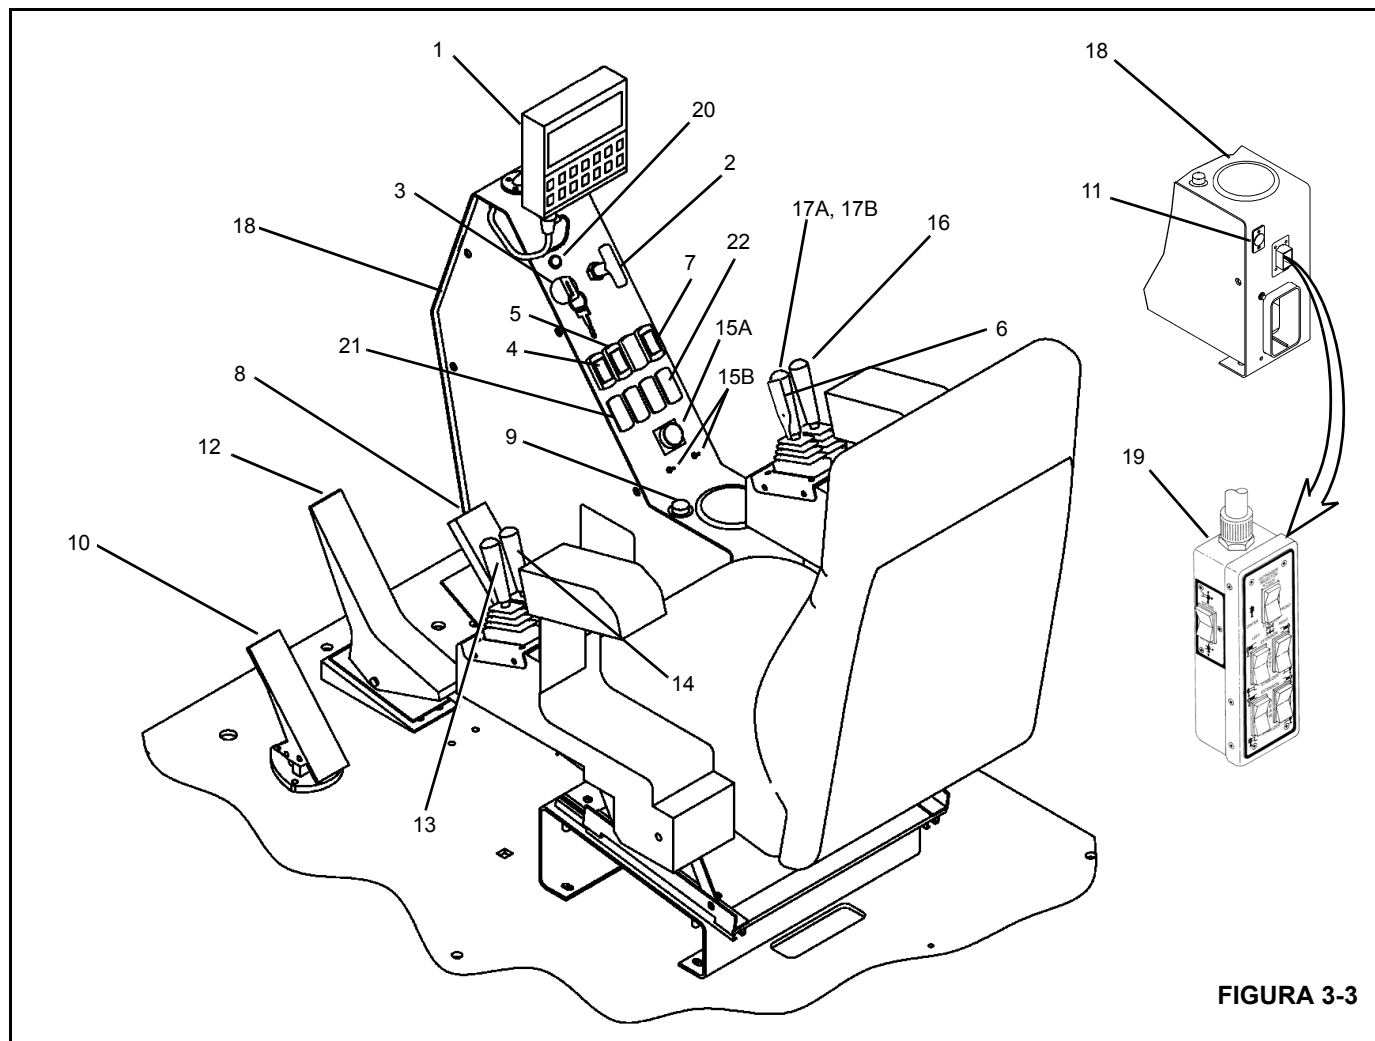

FIGURA 3-3
O indicador de nível secundário opcional localiza-se na cabine do guindaste (4) (Figura 3-3) e é instalado quando uma segunda caixa de controle de mão dos estabilizadores para a cabine do guindaste é adquirida.
Os controles do guindaste estão localizados na cabine do guindaste e são usados para todas as funções deste. Consulte na Figura 3-3 a identificação do número do item (nº) da cabine do guindaste. Para obter a melhor resposta do controle, o motor deve funcionar na rotação determinada ao operar o guindaste.
A chave da buzina de giro (4, Figura 3-3) está localizada no console da cabine do guindaste. Pressione a chave para soar o botão da buzina e alertar os companheiros no local de trabalho que o guindaste vai se movimentar. Um LED âmbar acende quando a chave está ativada.
A alavanca de controle de giro (13, Figura 3-3) está localizada no apoio de braço esquerdo e controla o giro da lança. Empurre a alavanca para frente para girar a lança no sentido horário e puxe-a para trás para girar a lança no sentido anti-horário.
O pedal do freio de giro (10, Figura 3-3) localiza-se no lado esquerdo do piso da cabine do guindaste. O pedal do freio é usado para ativar o freio de giro e manter momentaneamente a torre em posição.
A alavanca de controle do telescópio (14, Figura 3-3) está localizada no apoio de braço esquerdo. Empurre a alavanca para frente para estender a lança e puxe-a para trás para retrain a lança. Se esta máquina estiver equipada com a opção de cabo esta alavanca é utilizada para soltar e retrain o cabo (consulte Pedal do telescópio da lança).
O pedal do telescópico (12, Figura 3-3) localiza-se no piso da cabine do guindaste e é usado para estender e retrain a lança. Movimente o pedal para frente para estender a lança e para trás para retrain-la. Este pedal é utilizado nas máquinas com cabo. Se esta máquina não estiver equipada com a opção de cabo, a alavanca de controle do telescópio (14) é usada para estender e retrain a lança.
A alavanca de controle do guincho (17, Figura 3-3) está localizada no apoio de braço direito. Empurre a alavanca para frente para abaixar a carga e puxe-a para trás para elevar a carga.
A chave BOS (6, Figura 3-3) localiza-se na alavanca de controle do guincho e é usada para aumentar a velocidade do guincho. Pressione a chave para ativar a função BOS.
O indicador de rotação do guincho está localizado na parte superior da alavanca de controle do guincho (17B, Figura 3-3). O indicador é acionado eletronicamente por um sinal emitido por um transmissor eletrônico e um sensor conectados ao guincho. Um sinal pulsante é percebido pelo polegar do operador durante a operação do guincho.
A alavanca de controle de elevação da lança (16, Figura 3-3) está localizada no apoio de braço direito e é usada para elevar e abaixar a lança. Empurre a alavanca para frente para abaixar a lança e puxe-a para trás para elevar a lança.
O pedal do acelerador (8, Figura 3-3) está localizado no piso da cabine do guindaste e é usado para controlar a velocidade do motor. Pressione o pedal para acelerar o motor e libere-o para retornar à marcha lenta.
O acelerador manual (2, Figura 3-3) está localizado no console da cabine do guindaste. Puxe e gire para travar e acelerar o motor. Gire para destravar e empurre para retornar o motor à marcha lenta. Aumentar a rotação do motor aumenta a velocidade de operação.
O conector da caixa de controle do estabilizador (19, Figura 3-3) localiza-se na parte inferior do console da cabine do guindaste. O conector alimenta a caixa de controle dos estabilizadores para a operar os estabilizadores a partir da cabine do guindaste.
A chave de alimentação dos controles remotos por rádio (21, Figura 3-3) é uma chave do tipo Liga-N-Liga (momentânea) que deve ser pressionada na posição ligada para que os controles remotos por rádio possam ser usados.
Os controles climáticos da cabine (15) (Figura 3-3) são usados para ajustar o aquecimento e o ar-condicionado visando o conforto do operador.